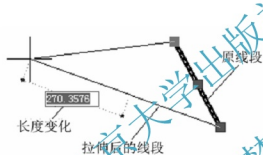

图 2-32 显示 1 个标注输入字段
①【每次仅显示 1 个标注输入字段】：选择该选项，使用夹点编辑对象时，屏幕显示如图 2-32 所示，仅有一个工具栏提示，该值为线段长度变化量。